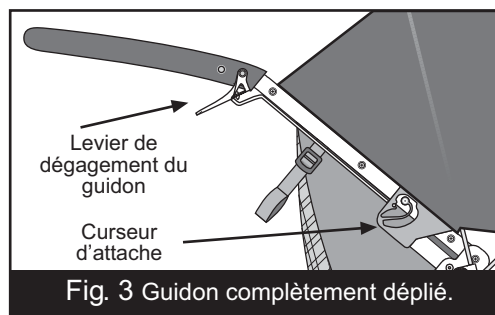

Fig. 3 Guidon complètement déplié.
3. LE GUIDON : Faites tourner le guidon de la poussette jusqu'en position d'ouverture totale. Assurez-vous que les curseurs d'attache se verrouillent automatiquement, tel qu'illustré à la figure 3.